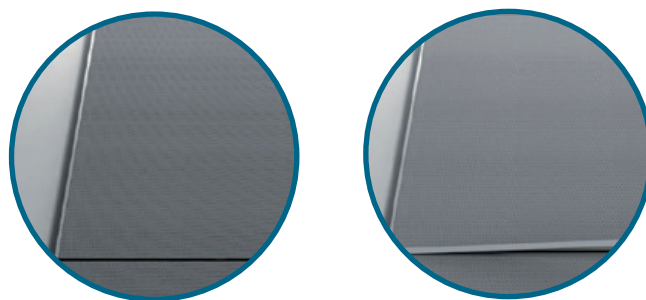

Рис. 8
- 2.3.** Устанавливайте панели последовательно ряд за рядом с верху вниз. Панель должна быть прижата к стене с помощью клипс. В результате смонтированный фрагмент стены должен выглядеть, как на Рис. 8.